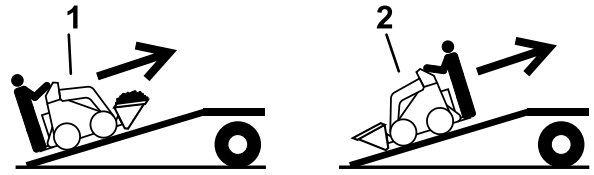

Figura 17
5. Cargue la máquina en el remolque por la rampa con el extremo más pesado hacia arriba, y la carga en la posición más baja posible (Figura 17).
1. Baje la rampa (Figura 17).